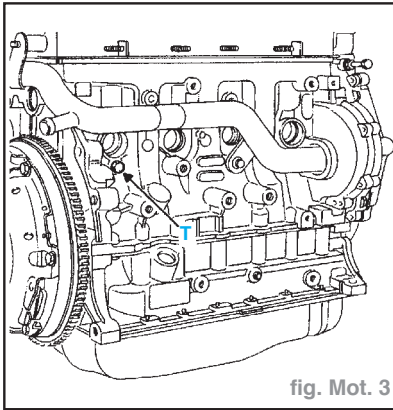

fig. Mot. 3
- le moteur en liquide de refroidissement, au niveau du bloc moteur (T) (fig. Mot. 3),